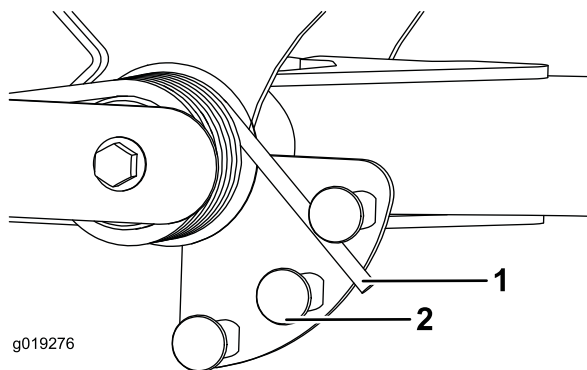

Figure 30
2. Faites passer un tube ou objet similaire sur l'extrémité longue du ressort puis faites-le pivoter autour de l'actionneur jusqu'à la position voulue (Figure 30).